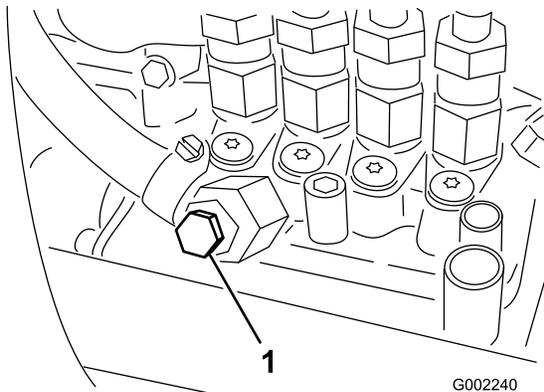

Bild 45
7. Öffnen Sie die Entlüftungsschraube an der Kraftstoffeinspritzpumpe (Bild 45).